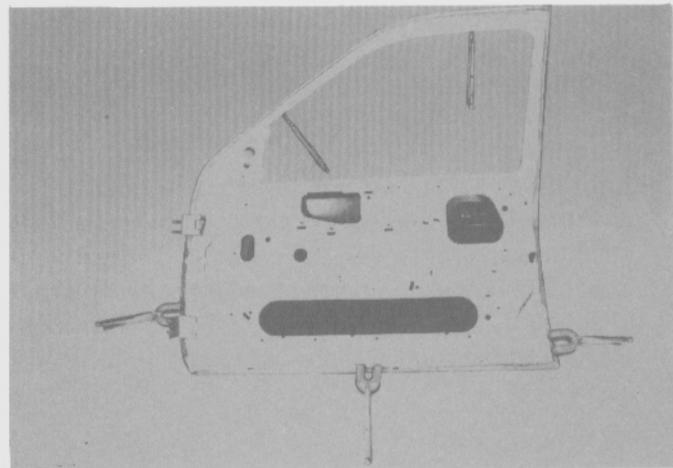

Fig. 184
- Montar el panel exterior de puerta al panel interior y sujetarlo con pinzas (Fig. 184).